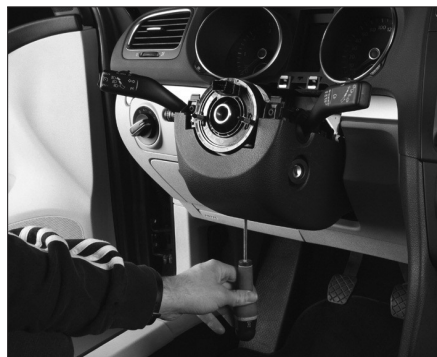

Fig. 4
- Déposer la vis Torx pour basculer la coquille inférieure vers le bas afin de la dégager de ses ergots de maintien (Fig.4).